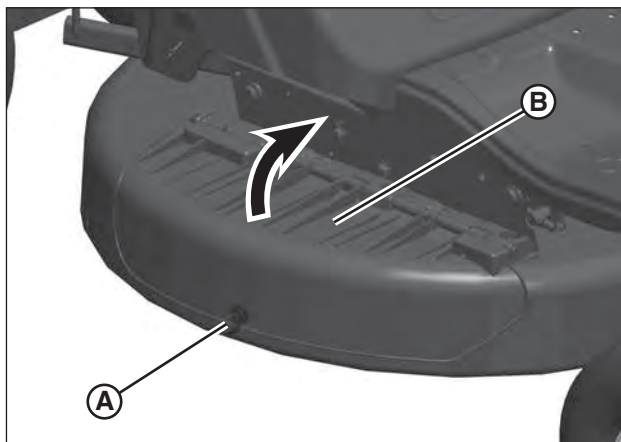

Figure 19: Levage du capot protecteur de déchetage
1. Retirer l'écrou à oreille et la rondelle (A, Figure 19) attachant le bord inférieur du capot protecteur de déchiqetage (B) au plateau de coupe de la tondeuse.